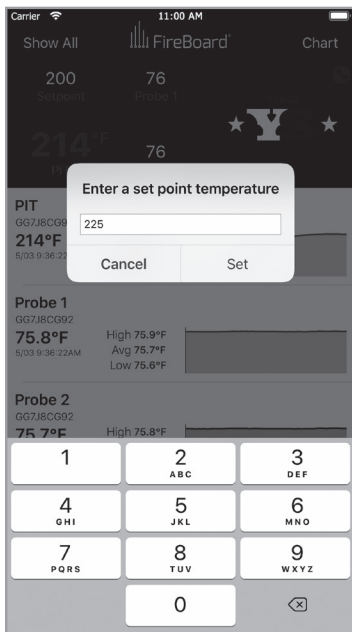

FIG. 17
- Vous pouvez modifier la température sélectionnée du foyer en tapant sur la température sélectionnée dans la bannière grise (**Figure 17**). Il suffit d'entrer la nouvelle température sélectionnée souhaitée et d'appuyer sur le bouton « Set » (Définir). Veuillez noter que les modifications de la température sélectionnée prennent quelques secondes pour prendre effet. Veuillez patienter pour qu'elles se reflètent dans l'appareil et dans le tableau de bord de l'application.